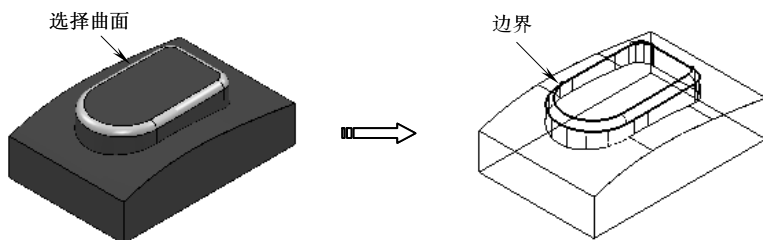

图 3-48 创建的边界
2) 选择图 3-48 所示的曲面，然后单击“插入模型”按钮, 单击“接受”按钮即可完成边界创建，如图 3-48 所示。